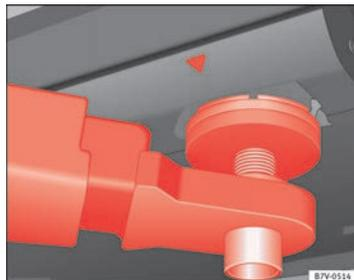
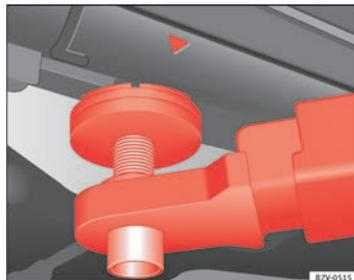

Fig. 122 Punti di appoggio anteriori per il sollevamento del veicolo tramite ponte elevatore o cric.
Fig. 123 Punti di appoggio posteriori per il sollevamento del veicolo tramite ponte elevatore o cric.
Per sollevare il veicolo devono essere utilizzati esclusivamente i punti indicati nelle figure ⇒ fig. 122 e ⇒ fig. 123. Se il veicolo non viene sollevato dai punti indicati, potrebbe subire danni ⇒ ⚠ e provocare lesioni gravi ⇒ ⚠.
- Sollevare il veicolo utilizzando esclusivamente i punti indicati nelle figure ⇒ fig. 122 e ⇒ fig. 123. Se il veicolo non viene sollevato dai punti indicati, potrebbe cadere dal ponte durante lo smontaggio di componenti come il motore o il cambio.